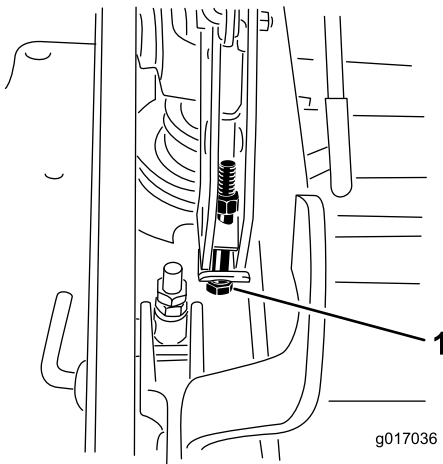

Figura 96
12. Si la carcasa está demasiado baja, apriete el perno del ajuste de un solo punto girándolo en el sentido de las agujas del reloj. Si la carcasa está demasiado alta, afloje el perno del ajuste de un solo punto girándolo en el sentido contrario a las agujas del reloj (Figura 96).